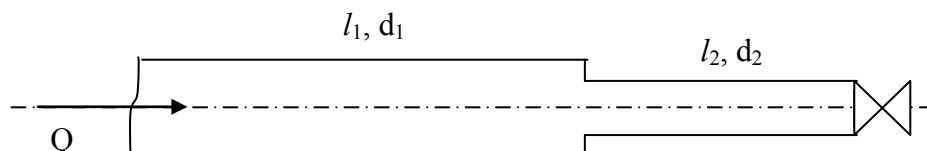

Рисунок 10.2
**10.1.2** Система складається з двох послідовно з'єднаних сталевих трубопроводів (діаметри трубопроводів:  $d_1 = 200$  мм,  $d_2 = 100$  мм; довжини:  $l_1 = 100$  м,  $l_2 = 200$  м) і засувки, яка встановлена в кінці системи (рис. 10.2). Витрата води  $Q = 0,02$  м3/с. Товщина стінок трубопроводу  $\delta = 5$  мм, температура води  $t = 20$  °С.
**10.2.5** Система складається з двох послідовно з'єднаних сталевих трубопроводів (діаметри трубопроводів:  $d_1$ ,  $d_2$ ; довжини:  $l_1$ ,  $l_2$ ) і засувки, яка встановлена в кінці системи (див. рис. 10.2). Витрата води  $Q$ . Товщина стінок трубопроводу  $\delta$ , температура води  $t$ . Визначити підвищення тиску перед засувкою, якщо її закрити за час  $\tau = 0,2$  с. Визначити найменший час закриття засувки, який виключає прямий гідравлічний удар.